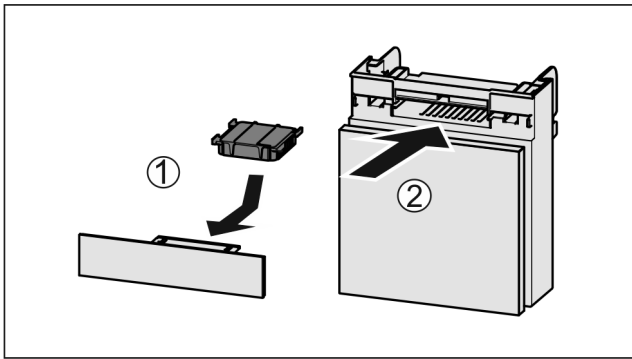

Fig. 176
- ▶ Introduzca el compartimento Fig. 176 (2).